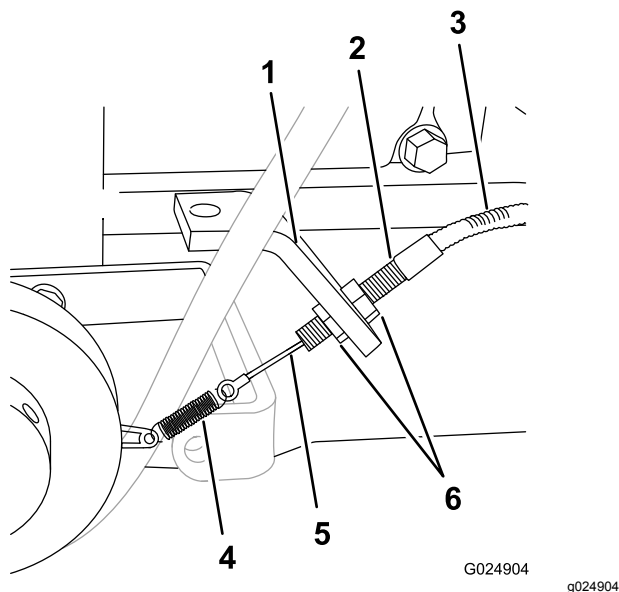

Figure 25
- Desserrez les 2 écrous de blocage qui fixent le corps du câble d'embrayage au support d'embrayage, et tournez les écrous à chaque extrémité des filetages du corps (Figure 25).
3. Tenez le corps d'une main et soulevez légèrement la gaine du câble (Figure 25).
4. Tout en maintenant la tension sur le câble d'une main, tournez, avec l'autre main, les écrous de blocage jusqu'à ce qu'ils affleurent le support d'embrayage (Figure 25).
5. Serrez les écrous de blocage pour fixer le corps sur le support (Figure 25).
- A. Desserrez légèrement les 2 écrous de blocage (Figure 25).
- B. Tournez les écrous de blocage dans le sens horaire pour accroître la tension du câble ou dans le sens antihoraire pour réduire la tension (Figure 25).
- C. Serrez les écrous de blocage pour fixer le corps au support d'embrayage (Figure 25).